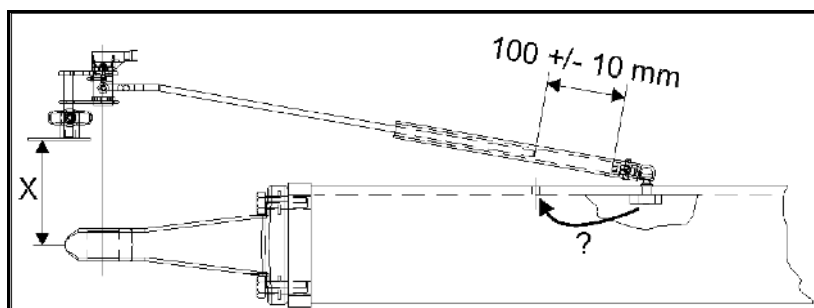

Fig. 118
- Manter a distância entre o ponto de acoplamento e o sensor do ângulo de rotação (Fig. 118/ X) o mais reduzida possível (especialmente em caso de lança de engate).